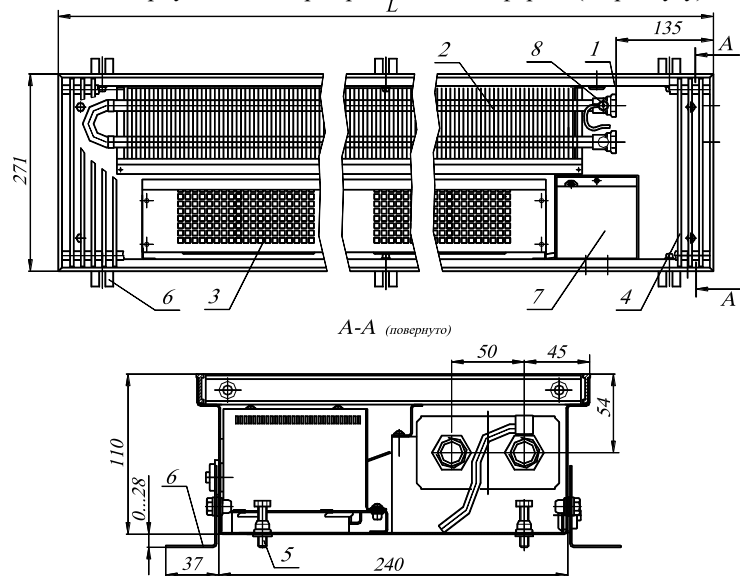

Рис.1 Конвектор КВК 27.11.060...300-ВК (ВТ)-П
Конвекторы имеют (см. рис.1, 3):
- 4.2 Размеры и технические характеристики приборов представлены на Рис.1, 2, 3, 4 и в таблицах 1, 2.